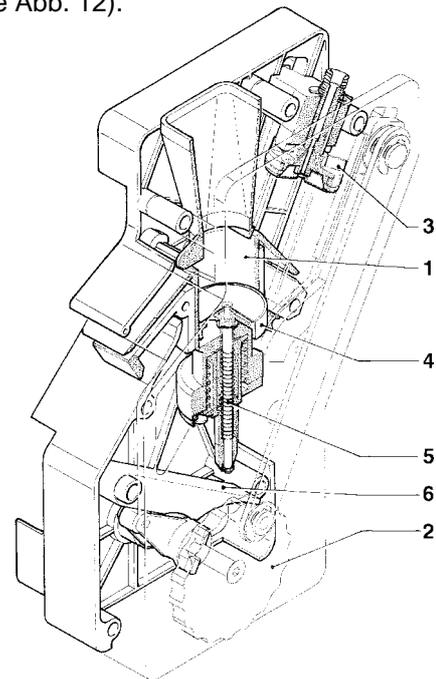
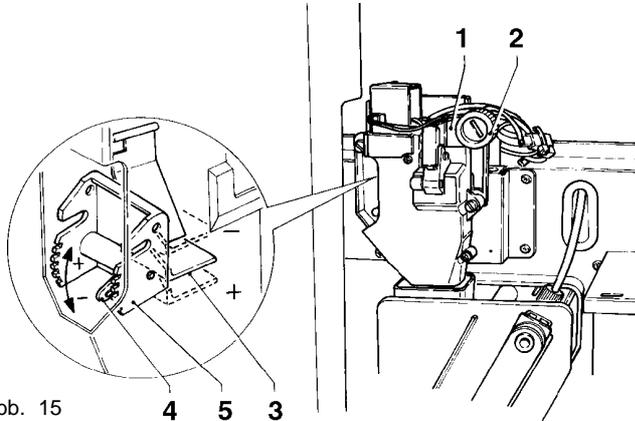

Abb. 12
Abb. 15
Nach erfolgter Kaffeewahl setzt sich die Mühle in Betrieb und füllt die Kammer der Kaffeedosiervorrichtung (siehe Abb. 15). Ist die Dosiervorrichtung voll, wird die gemahlene Kaffeedosis in die unterliegende Kaffeegruppe ausgelöst. Der Kaffee fällt in die vertikal angebrachte Brühkammer (1) (siehe Abb. 12).
Falls die Mahlfeinheit verändert werden darf, ist auf den Einstellgriff der Kaffeemühle einzuwirken (s. Abb. 15) und nämlich: